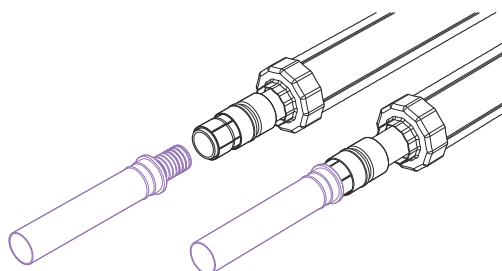

Рис. 4.5.5
6. Вставить втулку пресс-фитинга с приваренным металлическим патрубком внутрь напорной трубы до упора (рис. 4.5.5).